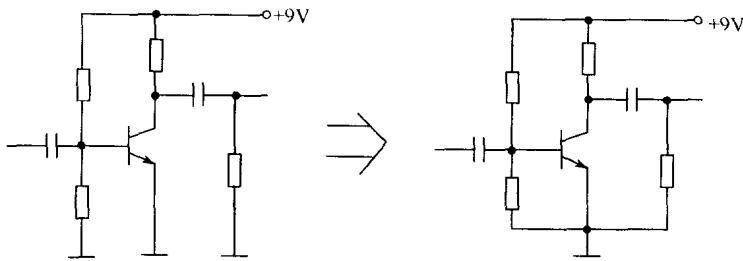

图 1-1-16 接地符号画法图
(2) 电路图中通常将电源线或双电源中的正电源引线安排在元器件的上方,将地线或双电源中的负电源引线安排在元器件的下方。
(3) 较复杂的电路图中往往不将所有地线连接在一起,而代之以一个个孤立的接地符号,应理解为所有地线符号是连接在一起的,如图 1-1-16 所示。有些电路图中的电源线也采用这种分散表示的画法,应理解为所有标示相同(例如都是 +9V)的电源线都是连接在一起的。